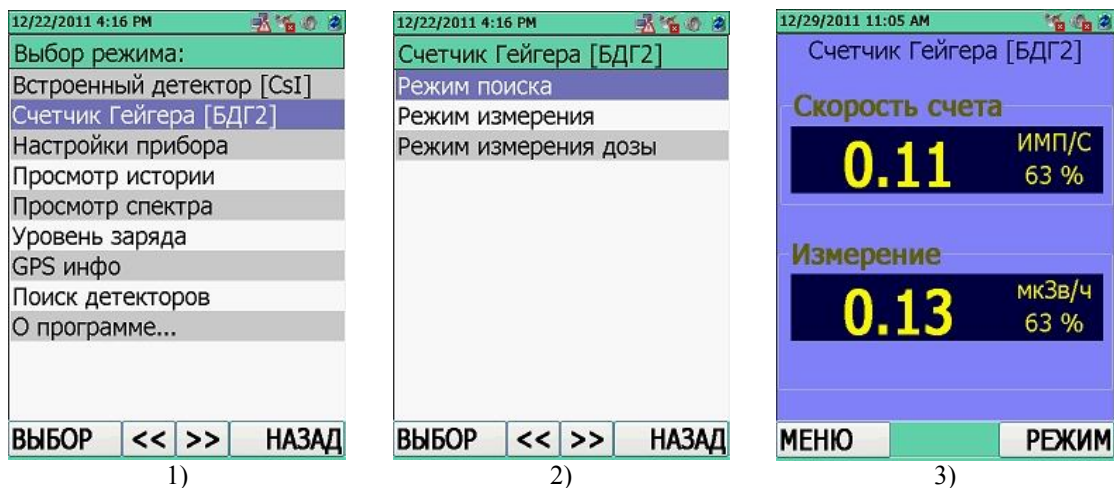

Рисунок 11.21
При помощи кнопок джойстика ВВЕРХ/ВНИЗ переместить курсор на режим подключенного внешнего БД (в нашем случае, рисунок 11.21 (1), "Счетчик Гейгера [БДГ2]"). Подтвердить переход в выбранный режим нажатием центральной кнопки джойстика ВВОД или кнопки ВЫБОР. Прибор перейдет в режимы работы внешнего БД, рисунок 11.21 (2). Выбрав соответствующий режим работы внешнего БД кнопками джойстика нажать кнопку ВВОД и перейти в данный режим работы. Прибор работает с внешним БД в режиме поиска γ - "Режим поиска", рисунок 11.21 (3).